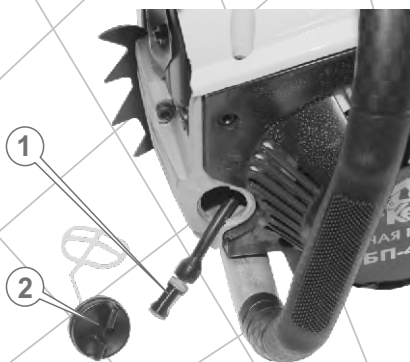

Рис. 35
5.9. Обслуживание масляного фильтра (см. рис. 35)